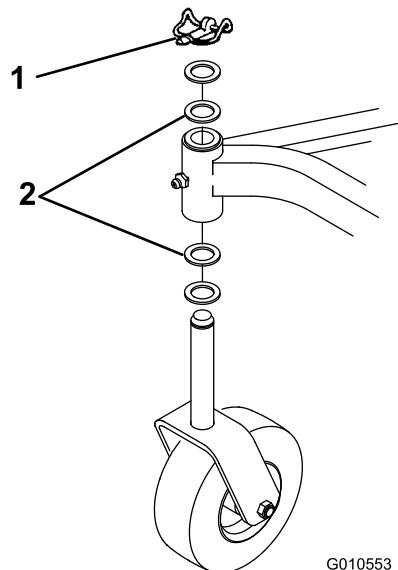

図 44
- A. 通常の刈高が 25mm から 51mm の場合は、刈り込みデッキの低い側を高くする。キャスターホイールを低い側 図 44 で固定しているリンチピンを抜き取り、キャスターアセンブリを外す。
- C. 通常の刈高が 51mm から 102mm の場合は、刈り込みデッキの高い側を低くする。デッキの高い側のキャスターのリンチピンを抜き取り、キャスターアセンブリを外す 図 44。